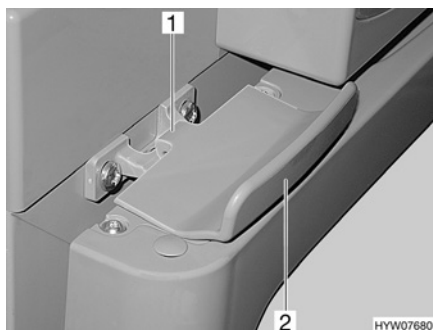

Fig. 98 Dispositif de verrouillage de la porte du réfrigérateur, fermé (Thetford)
**Ouvrir :** ■ Ouvrir la porte du réfrigérateur sur la poignée (Fig. 98,2). Le verrouillage (Fig. 98,1) sera débloqué automatiquement.